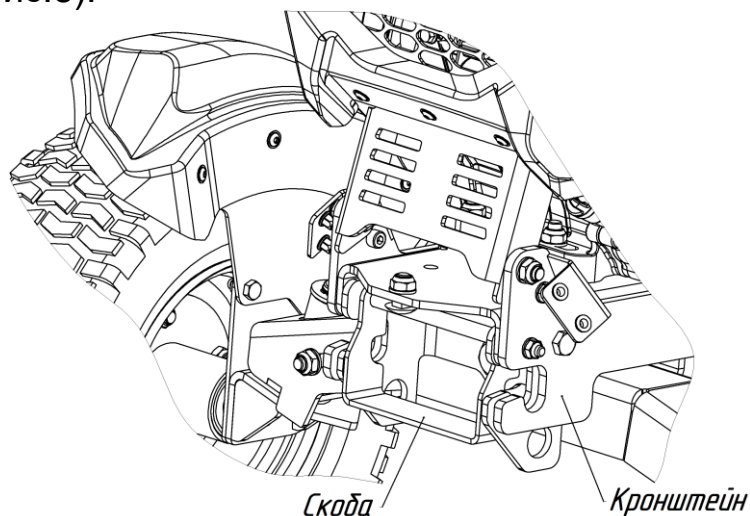

Рис.5. Передний кронштейн для установки навесного оборудования на садовый трактор.
– отведите скобу вверх и установите ось блока натяжения ремня в пазы переднего кронштейна садового трактора (рис.5).